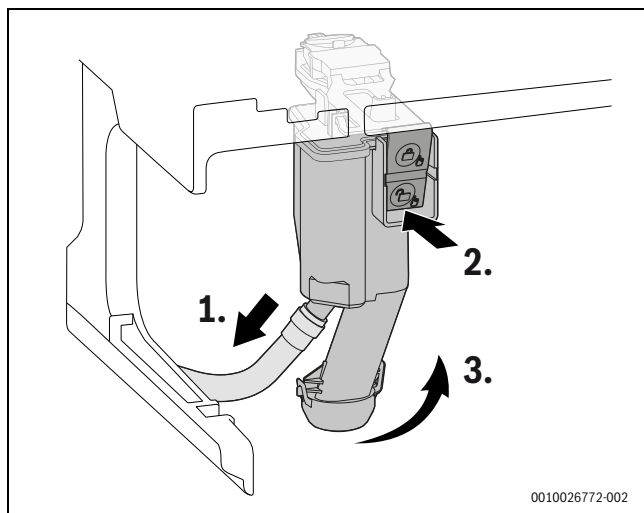

Fig. 165 Démontez le siphon des condensats
- Retirer le siphon de condensats de l'appareil (→ Figure 165, Page 81).